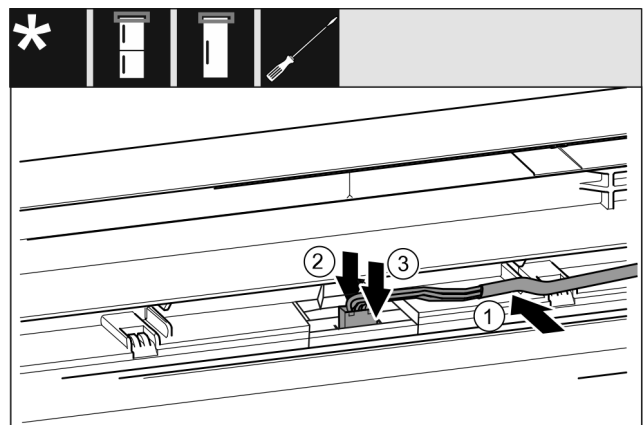

Fig. 32
- ▶ Legg den grå kabelen inn i føringen på den øvre døren. *Fig. 32 (1)*
- ▶ Trykk låseinretningen bakover. *Fig. 32 (2)*
- ▶ La pluggen klikke på plass. *Fig. 32 (3)*